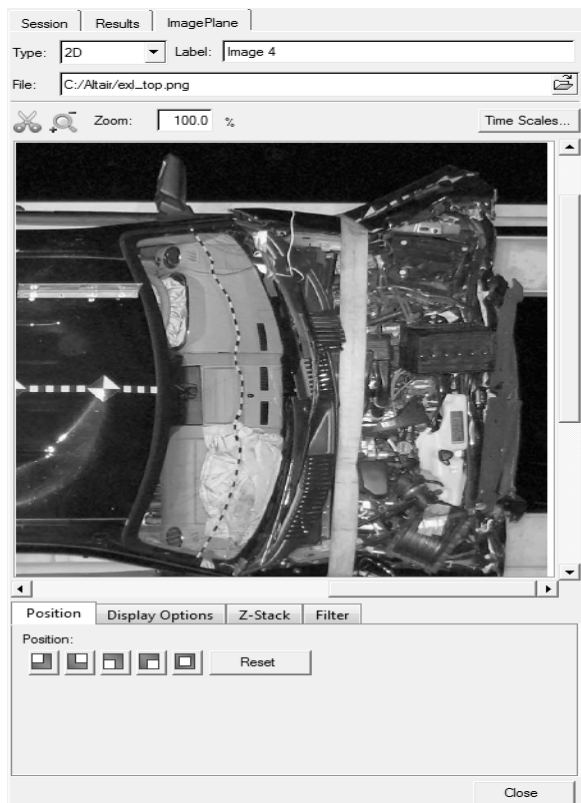

图 13-67 Image Plane
- 在 Results Browser 中单击右键，在弹出菜单中依次选择 Create > Image Plane，如图 13-67 所示。